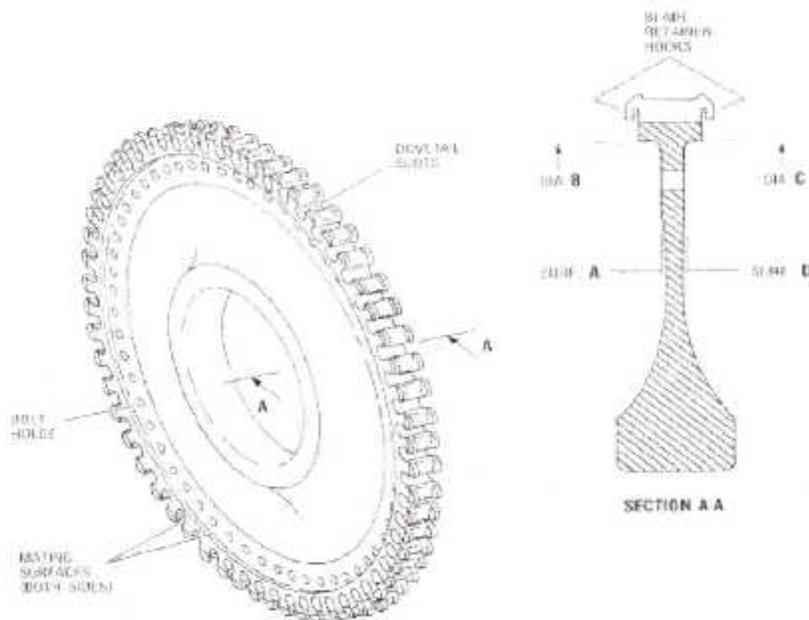

Fig. IV. 3 : Inspection Visuelle sur les Rainures de la Queue d'Aronde du Disque Rotor du 3^{ème} étage.
- On fait une inspection visuelle sur les rainures de la queue d'aronde du disque rotor du 3^{ème} étage (fig. IV. 3) ; les mêmes données que l'inspection dimensionnelle de la surface du 1-2^{ème} étage rotor).